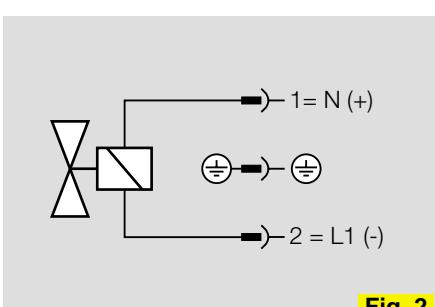

Fig. 2
- mit Gerätestecker nach ISO 4400 (VS..6) Fig. 2
- with appliance plug to ISO 4400 (VS..6) Fig. 2
- avec socle connecteur, ISO 4400 (VS..6) Fig. 2